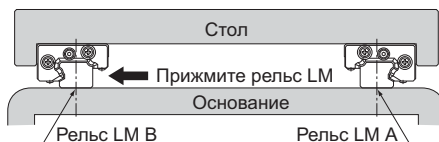

Рис.27
- (3) Временно закрепите рельс В к основанию, затем установите каретки на рельс, нажав каретки. Временно закрепите рельс В, прижимая его к кареткам LM. (Рис.27)